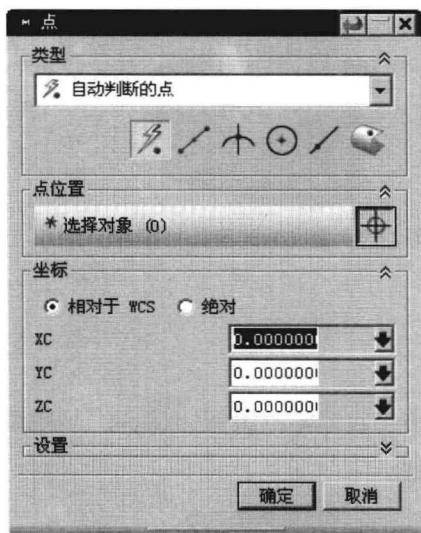

图 1.8 “点”对话框
(1) 选择命令。选择下拉菜单 **格式(F)** → **WCS** → **原点(O)...** 命令。系统弹出图 1.8 所示的“点”对话框。